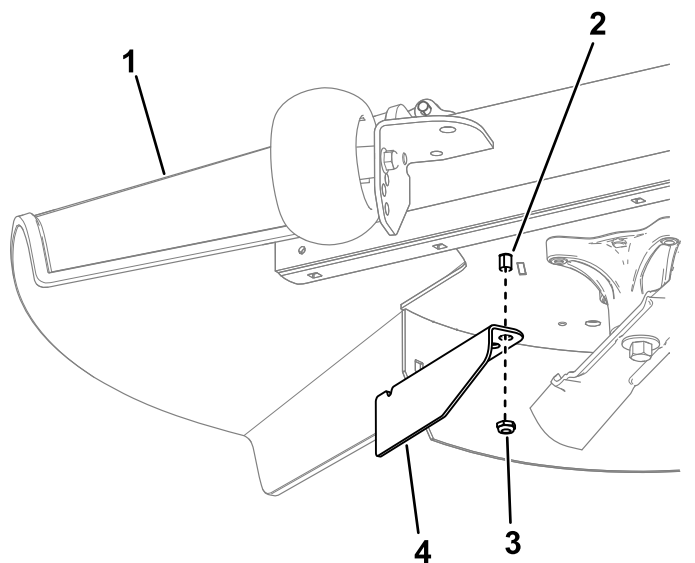

Figure 15
10. Retirez l'écrou de la tige de déflecteur d'herbe sous le plateau de coupe (Figure 15).
11. Fixez le déflecteur d'ouverture sur la tige du déflecteur d'herbe avec l'écrou en utilisant le trou extérieur du déflecteur (Figure 15).